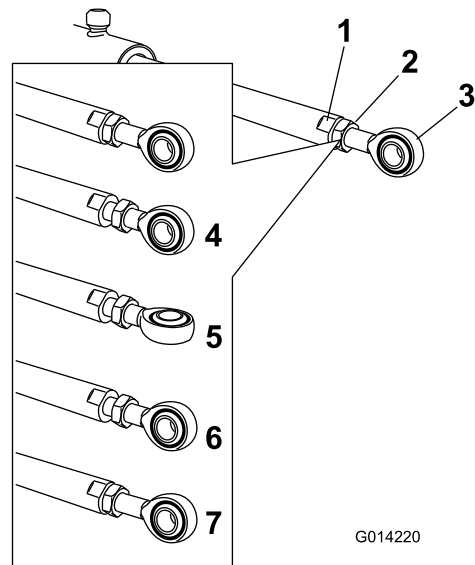

Figura 114
- Coloque una llave plana sobre las zonas planas del actuador para inmovilizarlo, luego afloje la contratuerca para poder manipular la rótula (Figura 114).
- Gire la rótula del actuador para acortar o alargar el actuador extendido a la posición deseada (Figura 114).